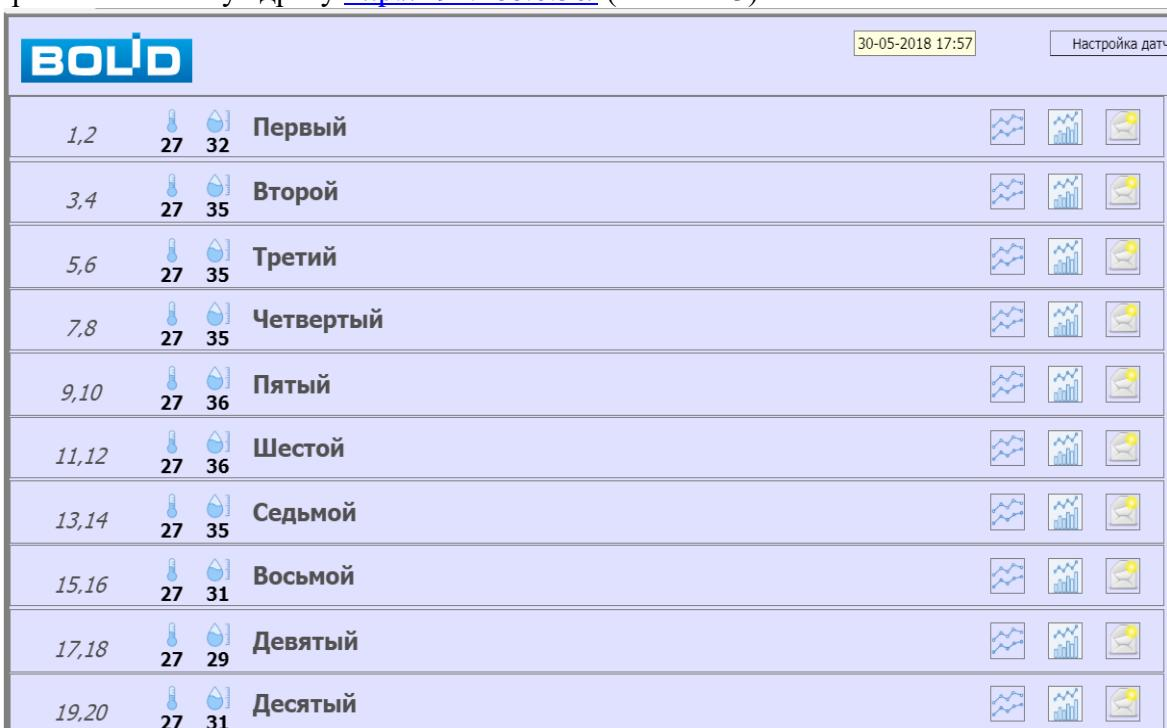

Рис. 3. Начальный вид окна просмотра параметров температуры и влажности в браузере
5.3 Данные по температуре и влажности в измеряемых точках доступны для просмотра на компьютере пользователя (лей) по сети ETHERNET любым (кроме Internet Explorer) браузером по сетевому адресу <http://192.168.0.50/> (см. Рис. 3).
6.1.3.1 Для изменения параметров датчиков необходимо в начальном окне просмотра Рис. 3 нажать кнопку «Настройка датчиков», после чего открывается окно, представленное на Рис. 6.